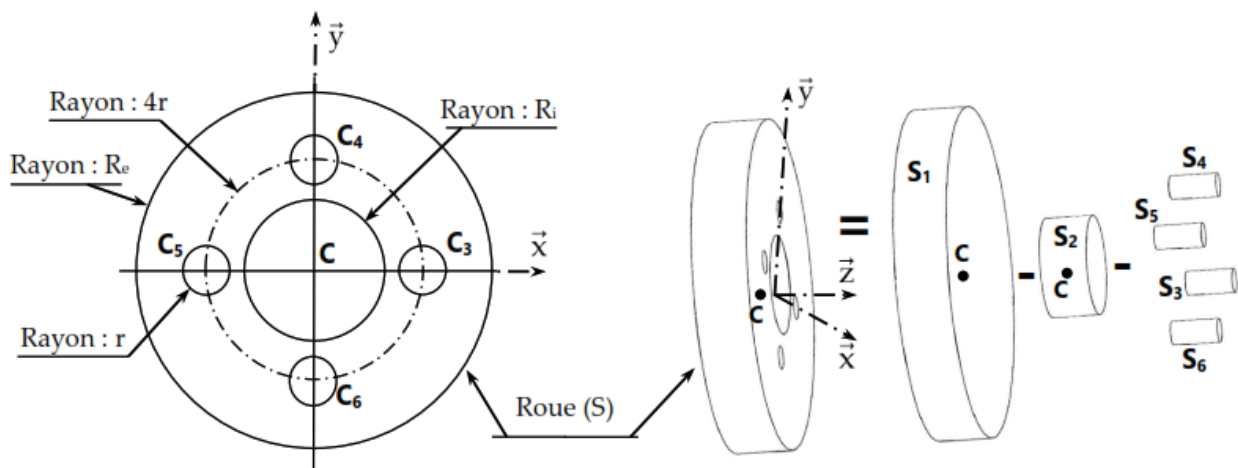

FIGURE 2 – Modèle géométrique simplifié de la roue.
On modélise la roue par un solide (S) de masse m , de centre d'inertie C , constitué d'un cylindre creux de rayons R_e et R_i percé de quatre trous débouchant identiques de rayons « r » réparties sur un rayon « $4r$ » comme le montre la figure 2.
Afin de faciliter les calculs on propose de considérer que la roue S est une plaque d'épaisseur négligeable, obtenue à partir d'un disque homogène S_1 de rayon R_e et de centre C , duquel on retranche le disque S_2 (de rayon R_i et de centre C) et les quatre disques S_3, S_4, S_5 et S_6 de rayons r et de centres d'inertie C_3, C_4, C_5 et C_6 respectivement comme indiqué sur la figure 2.